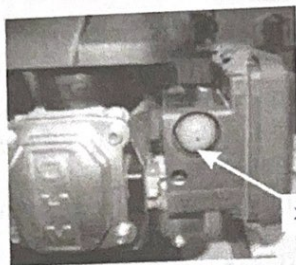

Рис. 10
- Надавите на кнопку подкачки топлива (X) (если она имеется) с усилием 3 раза (рис.10).